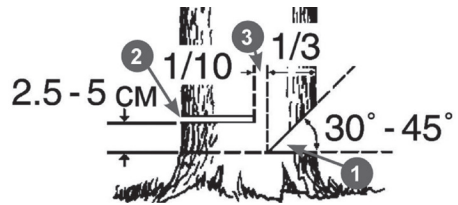

Рис. 11 Расположение запила, пропила и недопила
Начните пилить с той стороны дерева, куда оно должно упасть (Рис. 11).
- Сделайте запил (1) с той стороны, куда должно упасть дерево, глубиной примерно 1/3 диаметра ствола и под углом от 30 до 45 градусов.
- Сделайте основной валочный пропил (2) с противоположной стороны, выше основания запила на 2,5-5 см.
- Между основным пропилом и запилом должно оставаться недопил (3) примерно 1/10 диаметра ствола.
- Вставьте своевременно клин в пропил. Недопил (3) действует как шарнир и позволяет контролировать падение дерева.
ВНИМАНИЕ! Ни в коем случае не допиливать до конца недопил (3) Рис.11, так как вы не сможете контролировать направление падения дерева.